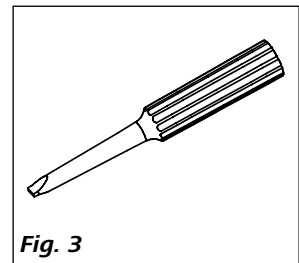

Fig. 3
- Cacciavite (per sistema di sicurezza) vedi Fig. 3